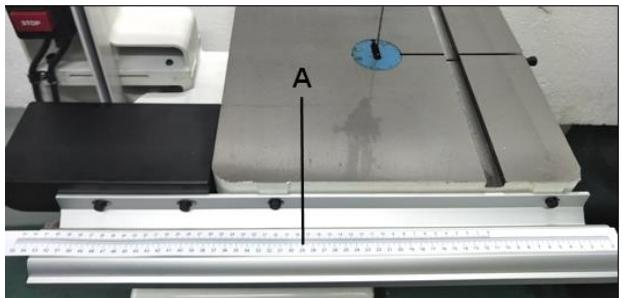

Рис. 2
4. Приклейте самоклеющуюся шкалу на верхнюю часть направляющей (A, Рис. 2).